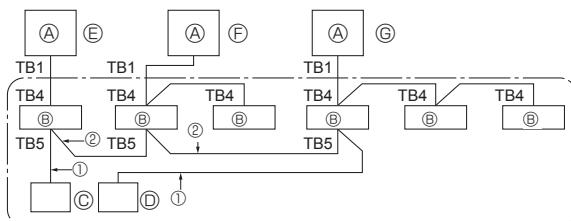

Fig. 9-1
9. Sterowanie systemem (Fig. 9-1)
| 9. Systemstyring (Fig. 9-1) | 16 |